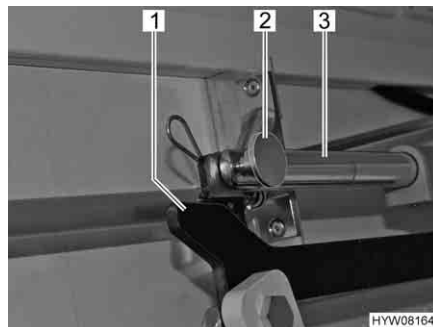

Fig. 74 Azionamento
- Rimuovere il collegamento (p. es. copiglia e bullone) (Fig. 74,2) tra la biella (Fig. 74,3) e la leva (Fig. 74,1).